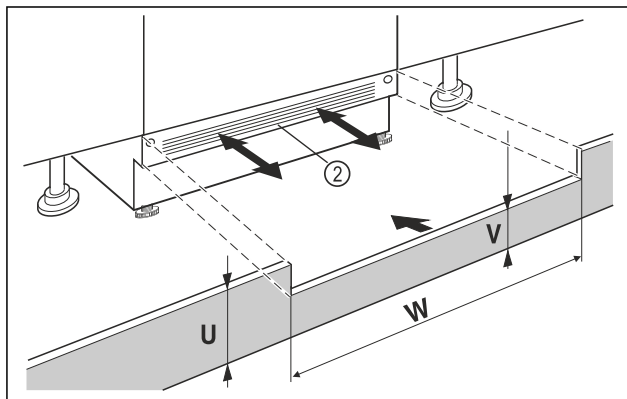

Fig. 40 Ilustrační zobrazení
- ▶ Nasadte krycí lištu spotřebiče Fig. 40 (2) ale ještě nepřipevňujte.
- ▶ U viditelné krycí lišty Fig. 40 (2) tuto lištu vytáhněte dopředu natolik, až jsou přední hrana větrací mřížky a nábytkové krycí lišty zarovnané.
- ▶ Při zakryté krycí liště Fig. 40 (2) tuto lištu zasuněte úplně dozadu.
- ▶ Dbejte a zcela volné větrací štěrby: V případě potřeby přirizněte krycí lištu nábytku Fig. 40 (U) na potřebnou výšku!
- ▶ Podél šířky výklenku Fig. 40 (W) přizpůsobte výšku můstku Fig. 40 (V) pod krycí lištou spotřebiče Fig. 40 (2).